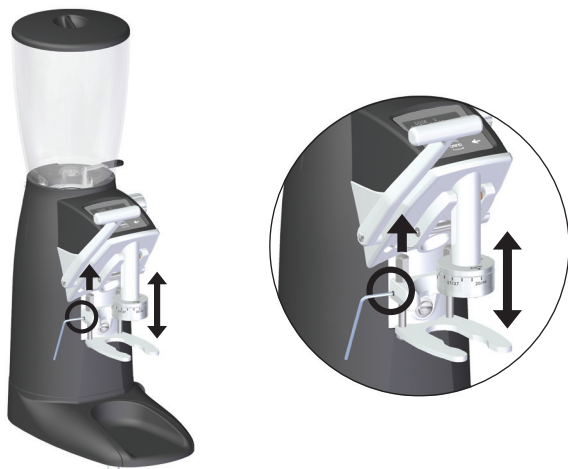

Abb. 2
1. Sacar las tuercas de los espárragos (Fig. 2) con la ayuda de una llave plana del 13.
3. Colocar y apretar las tuercas de los espárragos (Fig. 2).